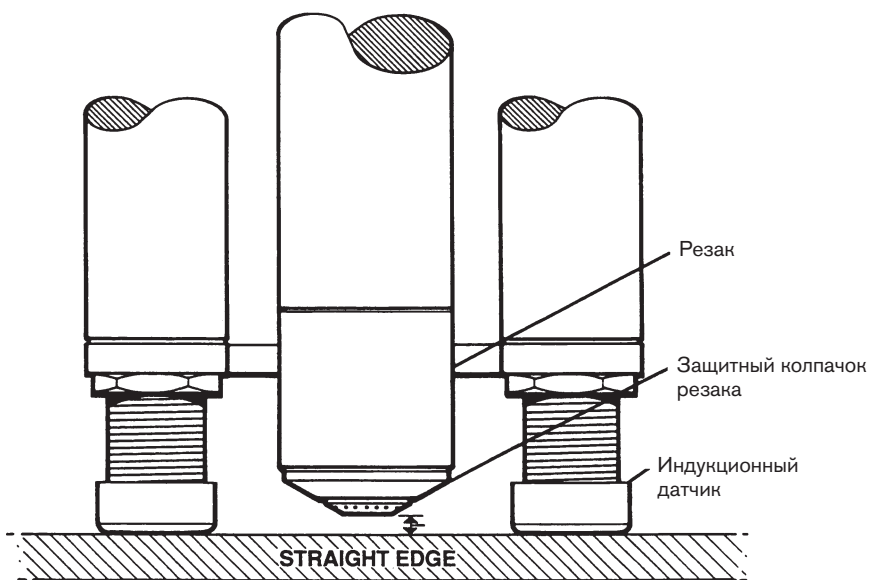

Рис. 3-19. Настройка правильного расстояния между резаком и изделием
3. Отрегулируйте положение резака в кронштейне путем ослабления фиксирующего болта и размещения резака таким образом, чтобы защитный колпачок резака находился в пределах 1/16–1/8 дюйма от пластмассовых колпачков удлиненных датчиков. Воспользуйтесь поверочной линейкой для определения этого расстояния (см. рис. 3-19). Зафиксируйте резак в кронштейне путем затягивания фиксирующего болта.